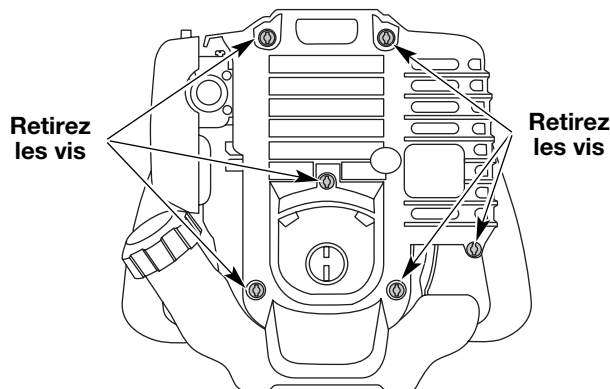

Fig. 34
6. Enlevez les deux vis (2) du haut du couvercle du moteur à l'aide d'un tournevis à lame plate ou T-25 Torx (Fig. 34).
9. Déposez le couvercle du moteur (Fig. 34).